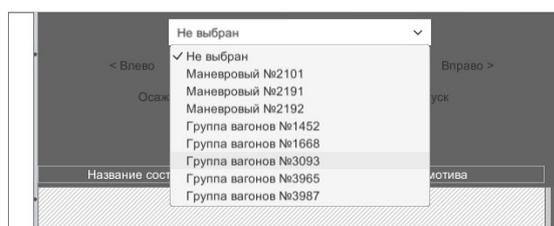

Рисунок 3.62. Список доступных для управления составов
- выпадающий список доступных составов (Рисунок 3.62);